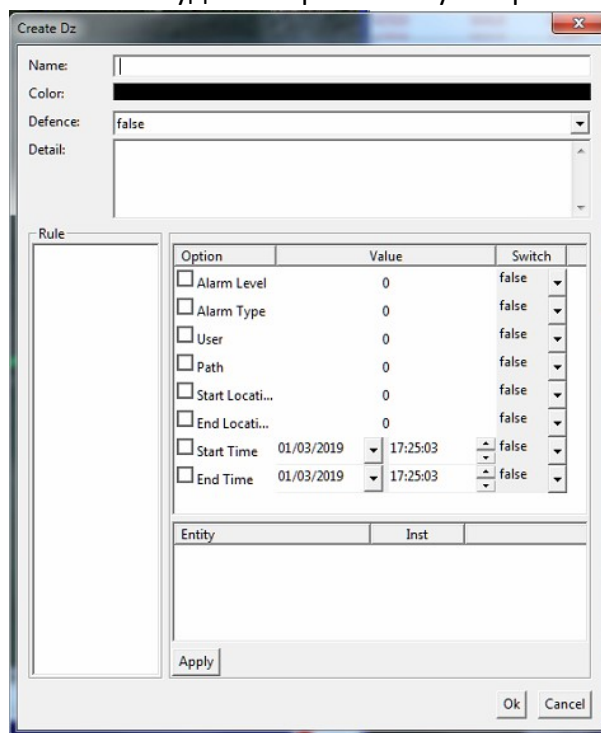

Рисунок 67. Настройка новой охраняемой зоны
2) После выбора области на карте появится всплывающее окно «Create Dz» (Создать охраняемую зону), в котором можно будет настроить новую охраняемую зону (рис. 67).